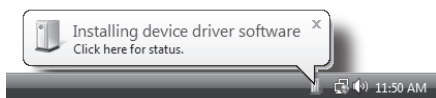

Figura 4
1. La primera vez que conecte el StudioDock en un puerto USB, Windows Vista instalará los drivers universales para ese puerto. Aparecerá un globo que le advertirá que ha sido localizado el USB Audio codec (Figura 4).